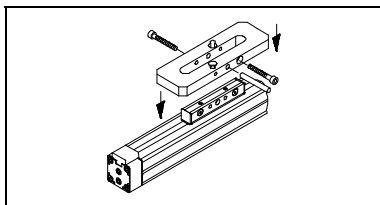

Bild 35/Fig. 35
- Mitnehmer des bisherigen Antriebs (siehe Bild 35)
- the driver of the previous drive (see Fig. 35)